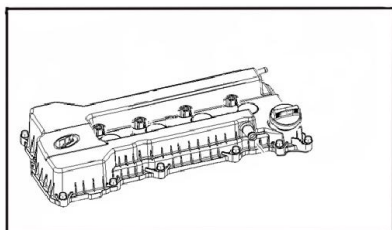

Рисунок II-54
5. Снять крышку заливной горловины. (см. *Рисунок II-54*)